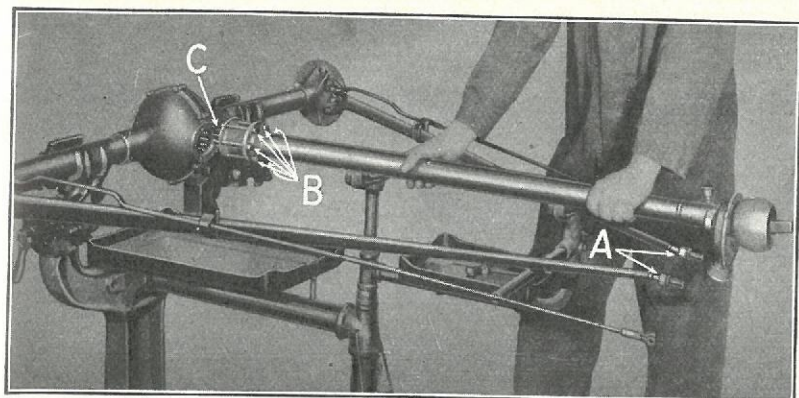

Fig. 351
- (a) Skru Møtrikkerne paa Enden af Bagakselbardunerne saa langt ned, de kan komme, og sæt Fjederskiver ovenpaa Møtrikkerne (Fig. 351-A).
- (b) Sæt Fjederskiver paa de 6 Skrue, der skal holde Kardanrøret til Kardanaksel-Rullelejehuset, indsæt Skrue, som vist paa Fig. 351-B.